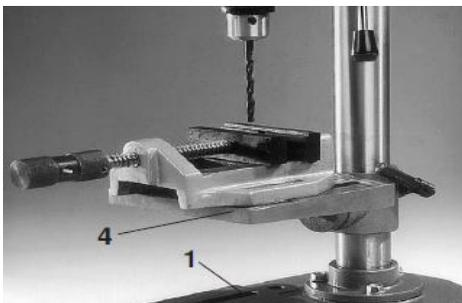

Рис.14
7.12. Для фиксации тисков или специальных приспособлений используйте пазы в столе 4 и основании 1, см. Рис.14